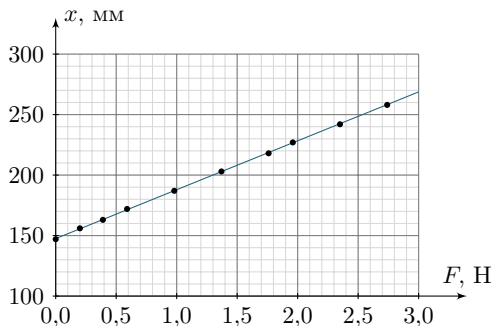

Рис. 10
3. Надеваем нижнюю петлю крепления пружины на нижний шарнир и фиксируем её с помощью шайбы и гайки. Снимаем зависимость $x(F)$ (табл. 2) и строим график этой зависимости (рис. 10). Находим жёсткость пружины $k = \frac{\Delta F}{\Delta x} = 25$ Н/м. Из теоретической формулы и графика следует, что при $F = 1,3$ Н и $x = 200$ мм $\Rightarrow m_0 = 347$ г.